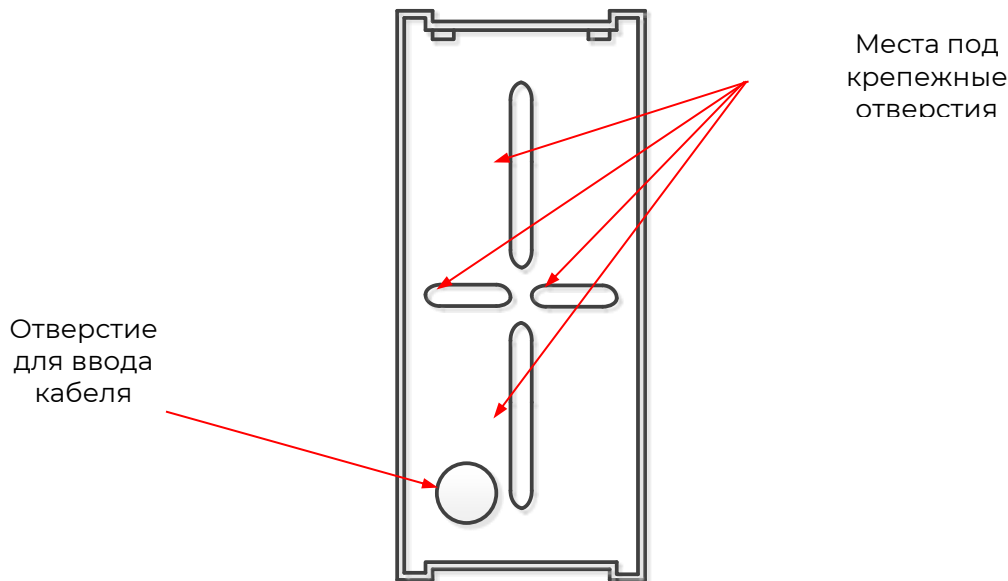

Рисунок 3. Крышка считывателя
4. Разметьте места крепления, приложив крышку считывателя к стене (рисунок 3).